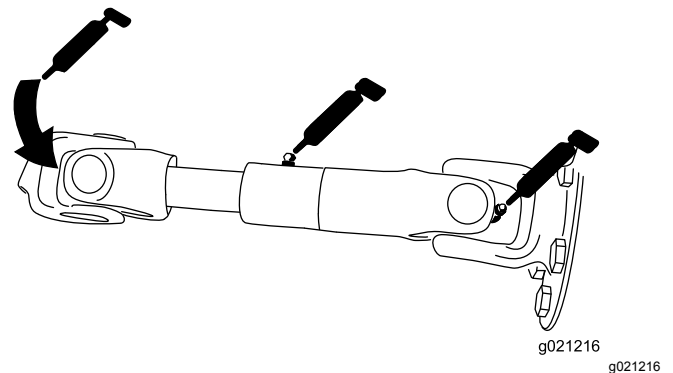

Figure 62
- Arbre d'entraînement de pompe (3) (Figure 62)